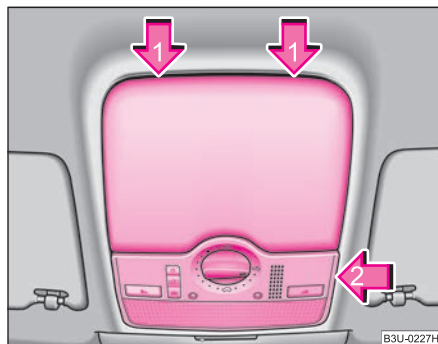

Fig. 207 Luz interior delantera en vehículos con techo corredizo/elevable eléctrico
- Aplique con cuidado un destornillador pequeño en el lado posterior de la cubierta para el accionamiento del techo - flecha 1- → **fig. 207**.